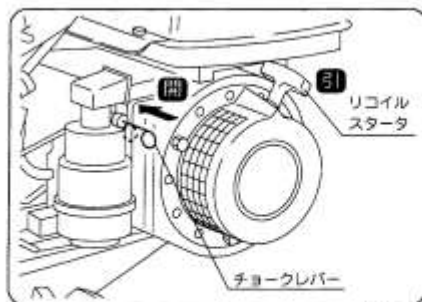

図10
- リコイルスタータを3回以上引張っても始動しない時は燃料の吸いすぎになりますのでチョークレバーを「開」位置にしてから再度リコイルスタータを引張ってください。(図10)